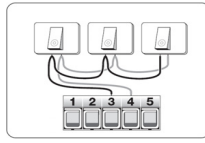

Рисунок 6.
**Примечание:** Если для управления маневрами необходимо установить несколько кнопок, то они подключаются параллельно между собой (рисунок 6).